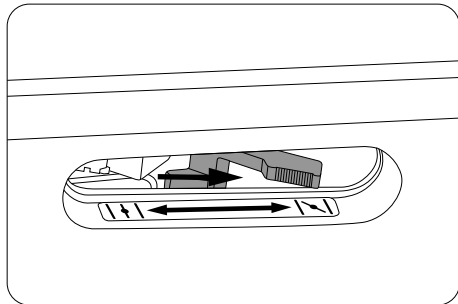

рис. 23
Поверните рычаг воздушной заслонки (2) в положение . (рис. 23)